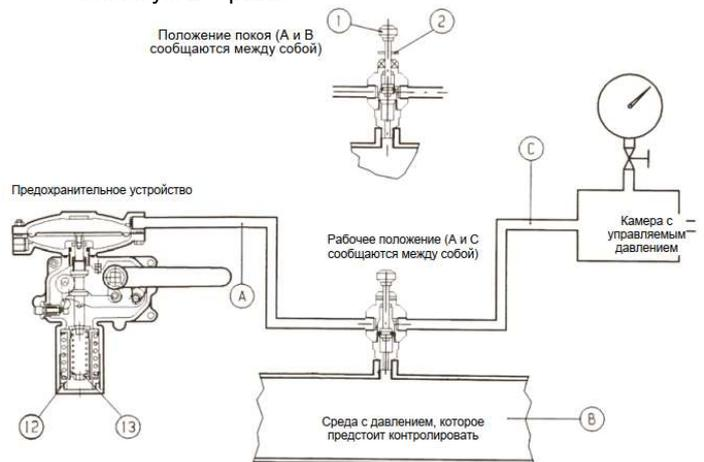

Рис.14
- Для клапана-автомата, подключенного к низлежащему трубопроводу через промежуточный трехходовой девиаторный нажимной клапан 11, выполните следующее (см. Рис.14):
- a) Для клапана-автомата, подключенного к низлежащему трубопроводу через промежуточный трехходовой девиаторный нажимной клапан 11, выполните следующее (Рис. 14):